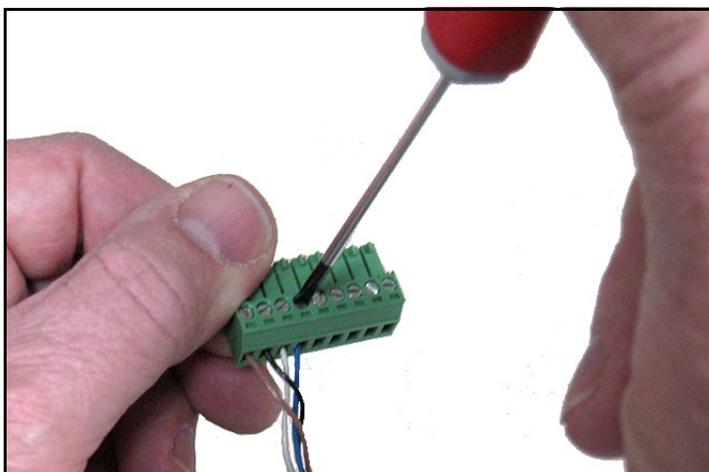

Figura 28: Conexión del cable al conector
3. Vea la *Tabla 1* a continuación y la *Figura 28* en la página 19 para conectar el extremo del cable de la sonda con los cuatro cables con los pasadores 10, 11, 12 y 13 en el bloque de terminales inferior.